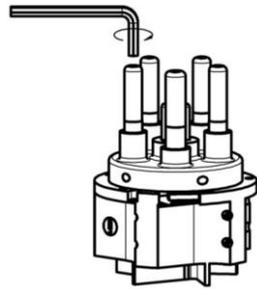

Abbildung 35: Kontaktstift lösen
1. Kontaktstift mit Innensechskantschlüssel aus der Halterung lösen und entfernen vgl. Abbildung 35